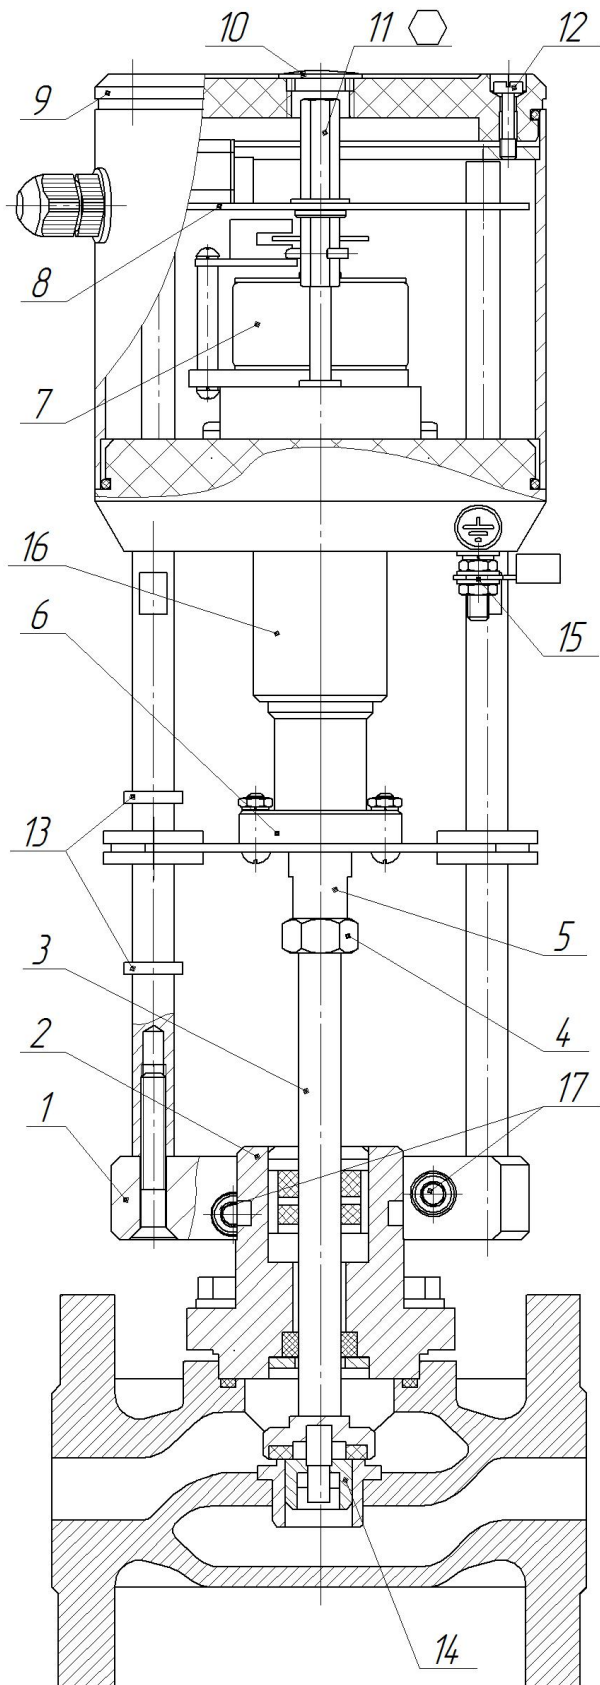

Рисунок 1 – Привод исполнения
1.1.4 Ручное управление в ЭП выполняется вращением вала ручного управления при закрытой крышке и снятой заглушке (Рисунок 1), либо с помощью кнопок на модуле управления при снятой крышке и поданном электропитании.
3.5.4 В обязательном порядке выполнять подключение корпуса ЭП (контакт поз.15, Рисунок 1) к защитному заземлению при подключении привода к цепям 220В.
3.7.1 Механизм ЭП смазан при изготовлении и как правило не требует обслуживания. В случае интенсивной эксплуатации (осуществление частых перемещений шпинделя) ЭП, рекомендуется производить периодическое смазывание (раз в год) пары ходового винта и гайки, расположенных под кожухом (см. поз. 16, рисунок 1). Кожух сдвигается вручную. Перед нанесением смазки старую смазку удалить. Для смазывания использовать смазку Gazpromneft Grease LX EP 2, либо аналог.